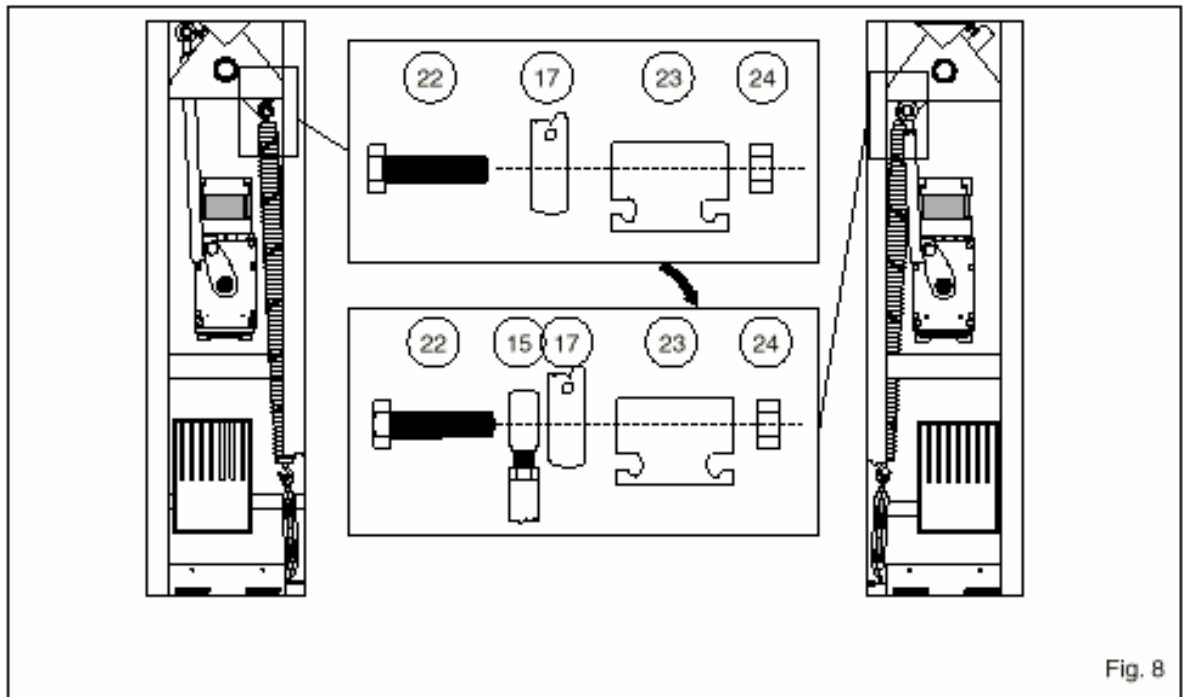

Fig. 8
1. Разберите верхний узел крепления пружины 18, состоящий из винта 22, кронштейна 23 и гайки 24 (Fig.8).
2. Поверните коромысло 17 на 90 градусов (Fig.8).
3. Снимите тягу 15 с коромысла 17 и установите ее вместе с верхним узлом крепления пружины – винт 22, кронштейн 23 и гайка 24 (Fig.8).